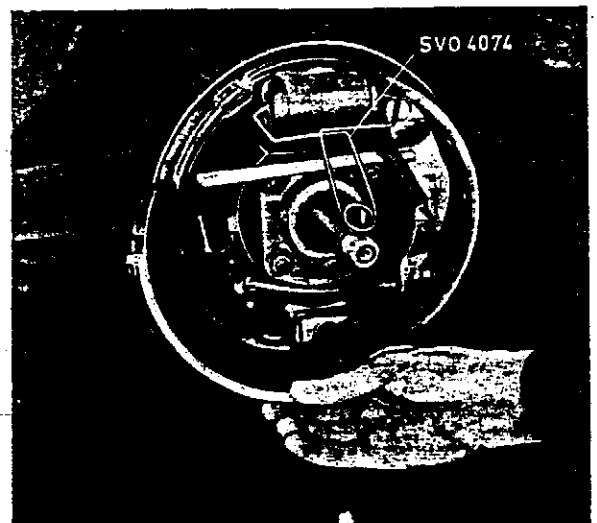

Abb. 22 Ausbau der Bremsbacke
3. Klammer 4074 wird so über dem Radbremszylinder angebracht, daß die Kolben nicht herausgepreßt werden können. Die obere Rückholfeder mit Hilfe der Bremsfederzange entfernen. Die vordere Backe in die Nut des Bremsträgers herunterziehen, den Führungsstift an der Hinterseite des Bremsträgers gegenhalten, die Sicherungsscheibe drehen und danach abnehmen. Backe abziehen, siehe Abb. 22.